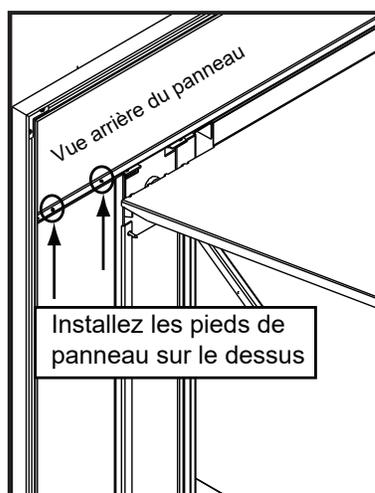

Figure 22.2
1. Fixez les pieds au panneau supérieur en utilisant un tournevis à tête cruciforme. Il y a 2 vis pour chaque pied. **Figure 22.2.**